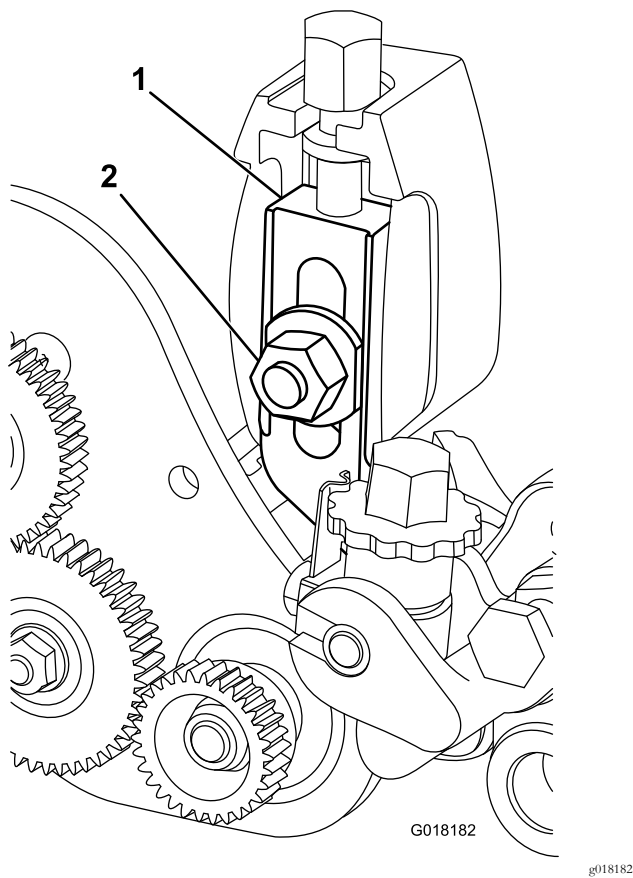

图29
4. 卸下将剪草高度臂组件固定至侧板上的防松螺栓、螺母和垫圈 图29。